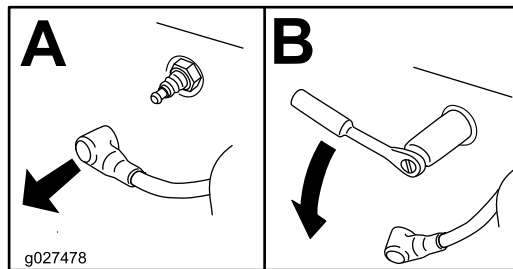

Figure 27
4. Déposez les bougies, comme montré à la Figure 27.